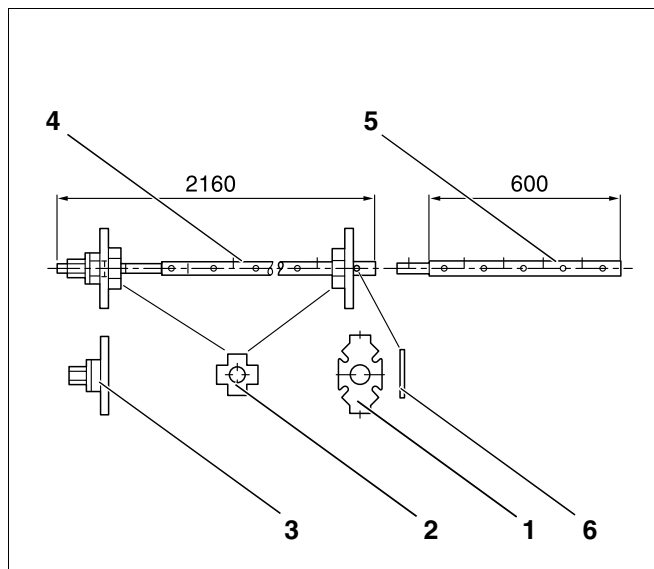
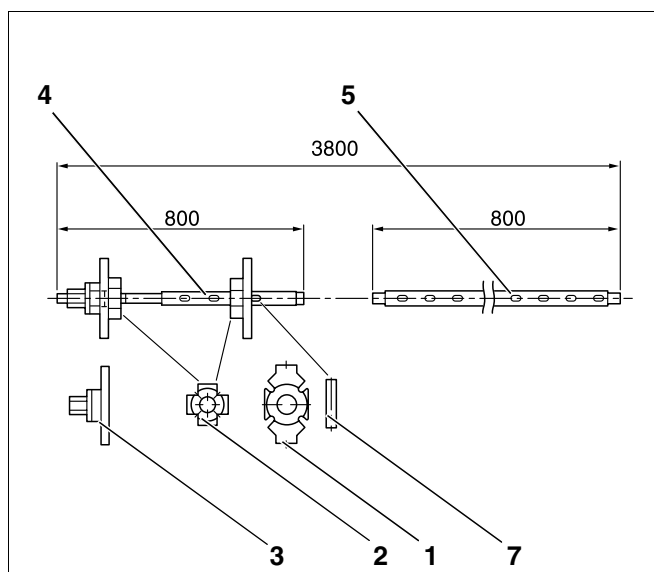

Fig. 1 Outillage de serrage taille 2.2
Fig. 2 Outillage de serrage taille 2.3
- Outils de serrage taille 2.2 (fig. 1) ou 2.3 (fig. 2)-
Legende pour (fig.1) et (fig.2):